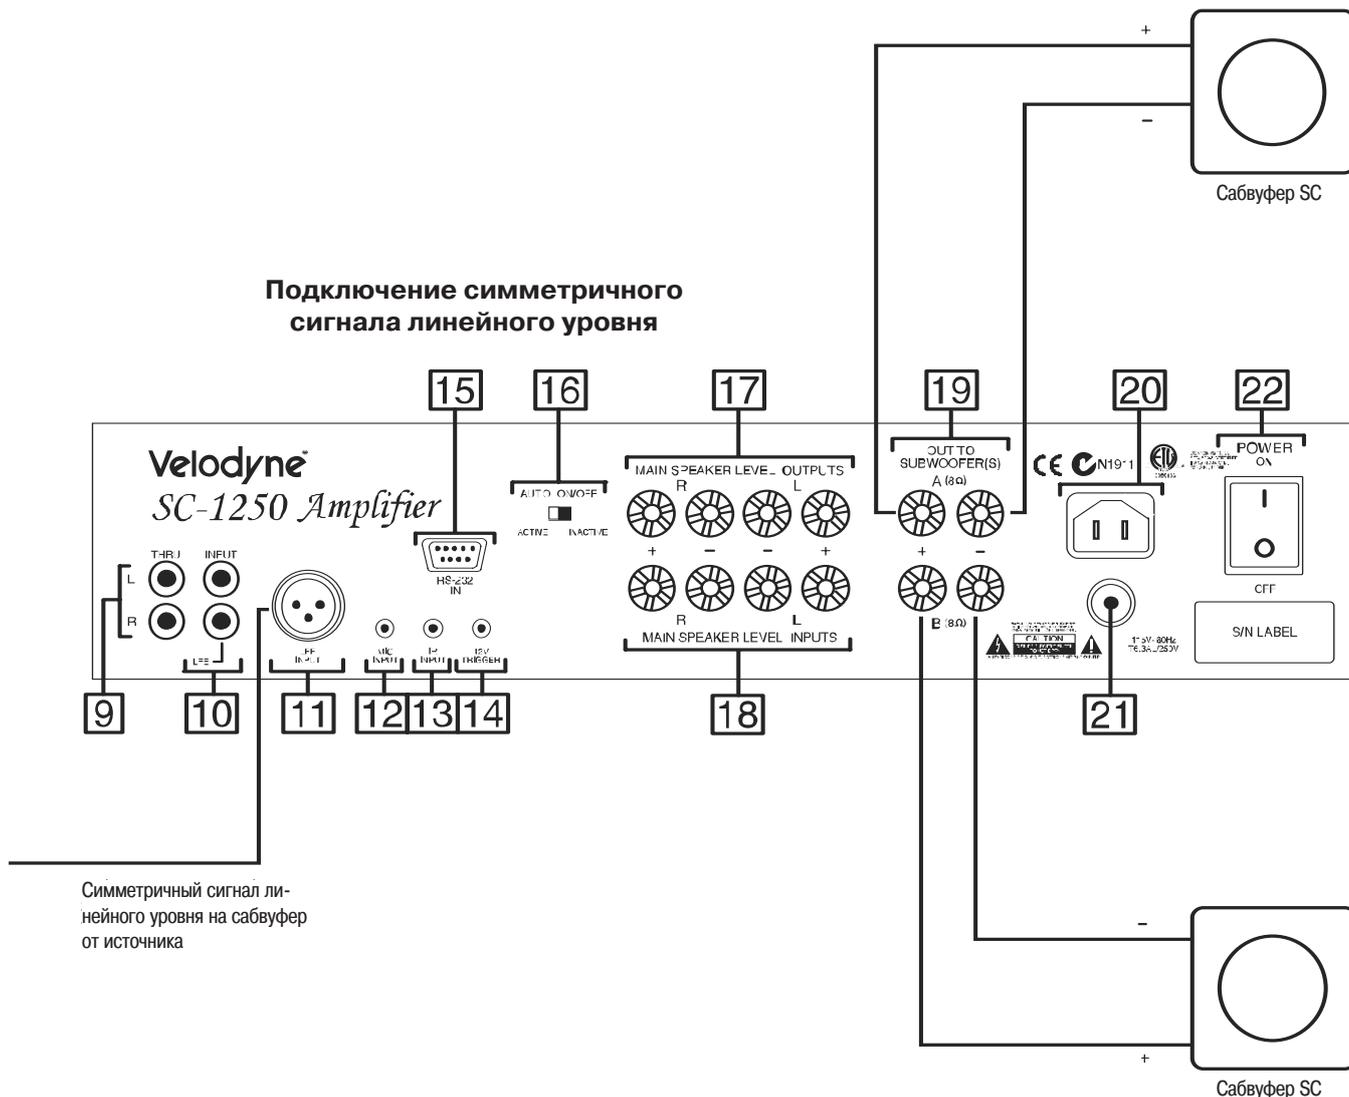

Рис. 4: Симметричное подключение сигнала линейного уровня.
### (11) Симметричный вход XLR LFE (См. рис. 4)